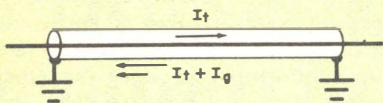
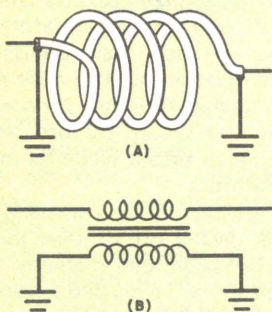

Fig. 2 - Flusso delle correnti in un corto spezzone di linea coassiale, con entrambi gli estremi collegati a massa.
Fig. 3 - Linea coassiale avvolta in modo da formare un induttore (A) e relativo simbolo grafico (B).
La condizione essenziale per il buon funzionamento di una linea di trasmissione è che la corrente nei due conduttori sia uguale e fluisca in direzioni opposte; qualunque causa capace di sbilanciare questo equilibrio di correnti impedirà alla linea di funzionare correttamente. Si supponga ad esempio di avere una linea coassiale molto corta e collegata a massa ad entrambe le estremità, come illustrato nella *fig. 2*; in una situazione del genere è molto probabile che, se qualche corrente fluisce lungo il conduttore di massa, una parte di essa, I_g , fluisca lungo il condut-
Si supponga che la corta linea di trasmissione della fig. 2 sia avvolta in modo da formare un induttore, come mostrato nella fig. 3-A (nella fig. 3-B è invece riportato il simbolo grafico corrispondente); anche se uno dei due conduttori è ancora collegato a massa ad entrambe le estremità, le correnti di massa non potranno fluire in esso perché ostacolate dalla reattanza induttiva. Le correnti che percorrono entrambi i conduttori della linea di trasmissione non sono invece ostacolate, poiché sono uguali e di segno opposto in ogni punto della linea; l'effetto induttivo dell'avvolgimento viene così neutralizzato.
Fig. 3 - Forme d'onda di segnale complesse che mostrano differenti caratteristiche di attacco e di decadimento con modulazione degli involuppi mediante il multivibratore a un colpo (A) e mediante l'oscillatore controllato dalla tensione (B).
Nella *fig. 3* sono illustrate forme d'onda rappresentative di segnale generate durante il procedimento. Nell'esempio rappresentato nella *fig. 3-A*, l'uscita del mescolatore è un
segnale a frequenza variabile contenente elementi filtrati di rumore. Questa uscita viene modulata con un involuppo impulsivo ottenuto dal multivibratore a un colpo e viene poi modificata sagomandola per formare differenti tipi di suoni alterando l'attacco e il decadimento del segnale. Nel secondo esempio (fig. 3-B), l'uscita del mescolatore viene modulata da impulsi ripetitivi derivati dal VCO.